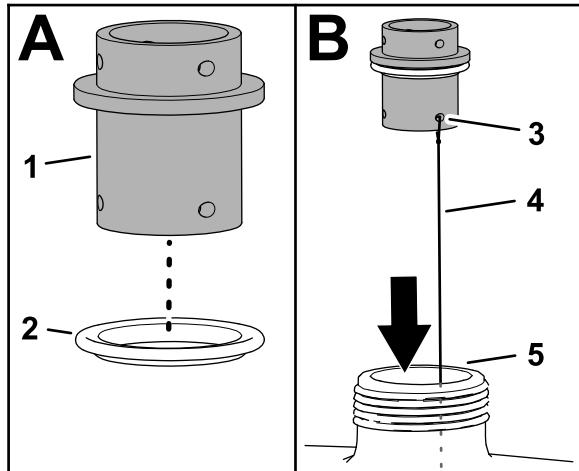
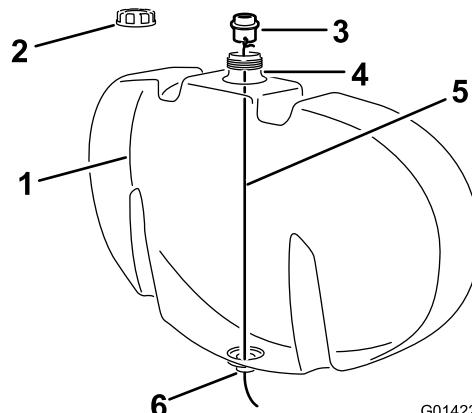

Рисунок 5
Рисунок 6
- A. Установите прозрачную прокладку на переходной штуцер, как показано на Рисунок 5.
- A. Прикрепите отрезок провода длиной приблизительно 122 см к 1 из отверстий под крепежную вилку в переходном штуцере, как показано на Рисунок 5.
- C. Снимите крышку с промывочного бака (если она установлена) (Рисунок 6).
- D. Опустите провод в заливное отверстие бака и протяните через открытое отверстие в нижней части бака (Рисунок 5 и Рисунок 6).